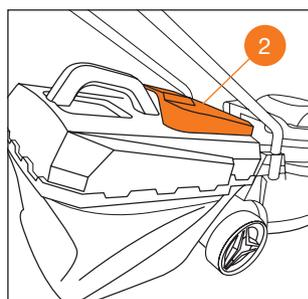

Рис. 10
- Поднимите защитную крышку **2** газонокосилки (Рис. 10).
- Опустите защитную крышку **2** газонокосилки (Рис. 10).